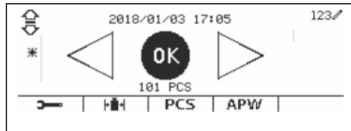

Figure 58
- Appuyez sur le bouton  et sélectionnez le mode de contrôle pour le comptage de contrôle. (Voir Figure 58)